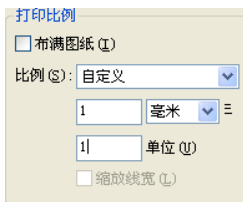

图 12-31 打印偏移区域
- 方法一：在打印设置或页面设置的【打印比例】区域直接设置比例，如图 12-31 所示。